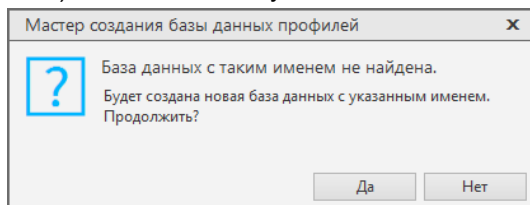

Рис. 3.43
- ◆ Если база данных с указанным именем не будет найдена, появится диалог с предложением **создать новую базу данных** (рис. 3.43). Нажмите кнопку **Да**.